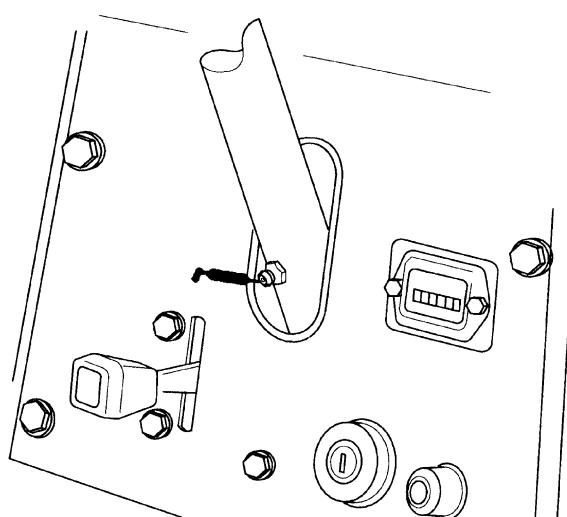
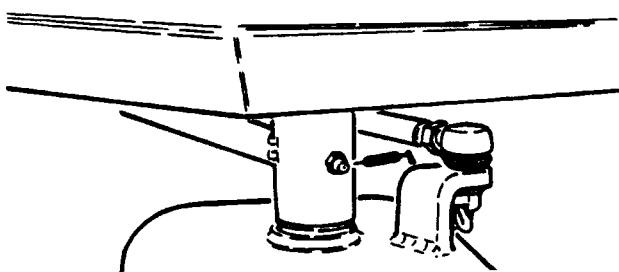
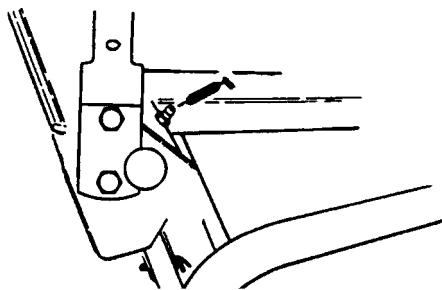
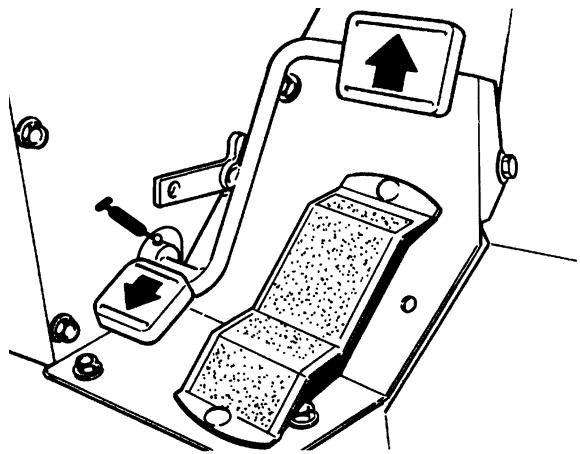

Figure 20
Figure 21
Figure 22
Figure 25
## GRAISSAGE DES ROULEMENTS ET BAGUES (Fig. 20 à 26)
Colonne de direction (Fig. 20), engrenages de direction (2) (sous la jupe au-dessous du secteur de direction), arbre de direction (2) (Fig. 21), bras de relevage (3) (Fig. 22), pivot de vérin de relevage arrière (24), pivot de pédale de déplacement (Fig. 25).